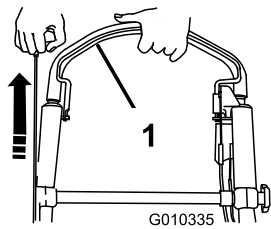

Figura 22
4. Sujete la barra de control de la cuchilla contra el manillar y tire del arrancador de retroceso (Figura 22).